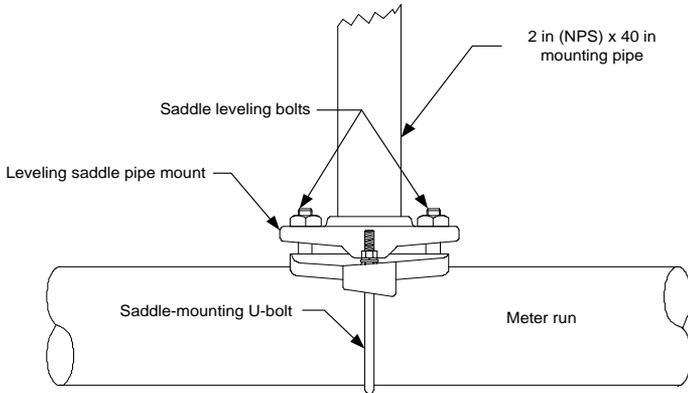

Figura 2: Tubo de montagem posicionado na linha do medidor
1. Posicione o selim do tubo na linha do medidor e prenda temporariamente o selim ao tubo da linha do medidor usando a ferramenta correspondente (Figura 2).